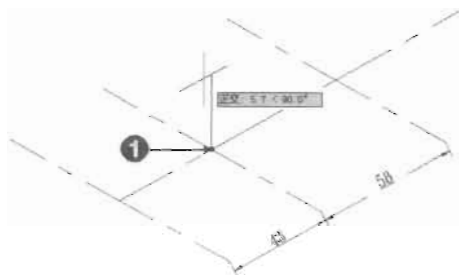

图 11-63
(5) 单击“绘图”工具栏中的“直线”按钮，按功能键 F5 切换到右视平面，然后将光标移动到 z 轴方向，绘制出如图 11-63 所示的辅助线。
命令: _line 指定第一点: //捕捉如图 11-63 所示的点 1